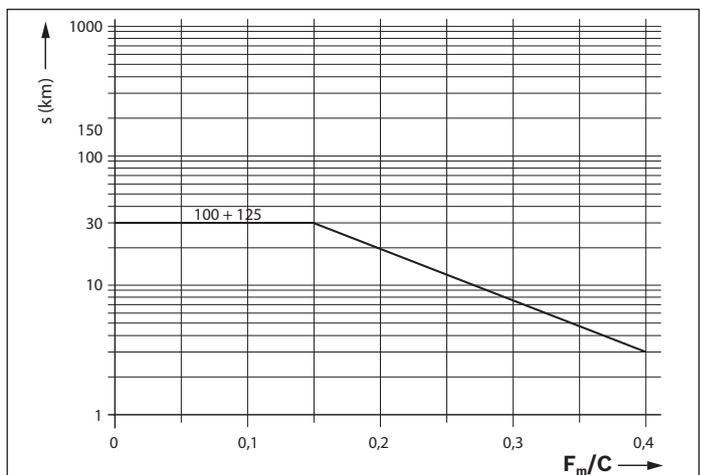

Bild 8
- ▶ Wenn das Nachschmierintervall nach Bild 8 erreicht ist, die Nachschmiermenge nach Tabelle 10 einbringen.
- ▶ Wenn das Nachschmierintervall nach Bild 8 erreicht ist, die Nachschmiermenge nach Tabelle 10 pro Schmieranschluss einbringen.